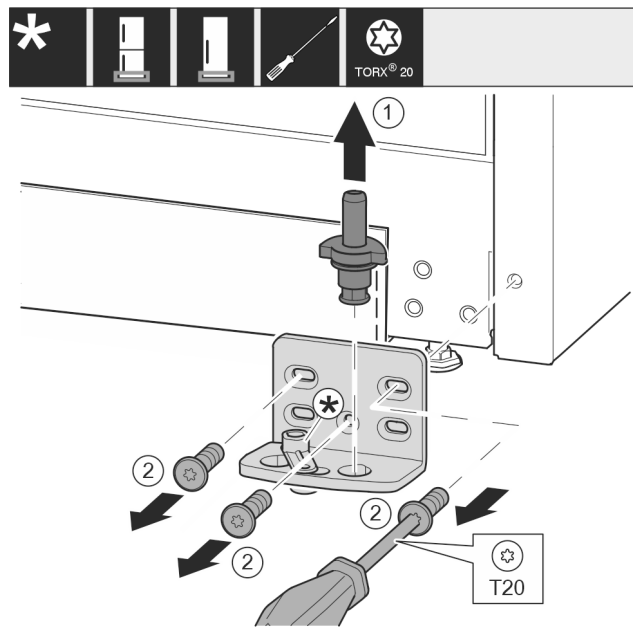

Fig. 10
- ▶ Ložiskový čep celý vytáhněte nahoru. Fig. 10 (1)
- ▶ Šroubovákem T20 vyšroubujte šrouby a odeberte stojan ložiska. Fig. 10 (2)